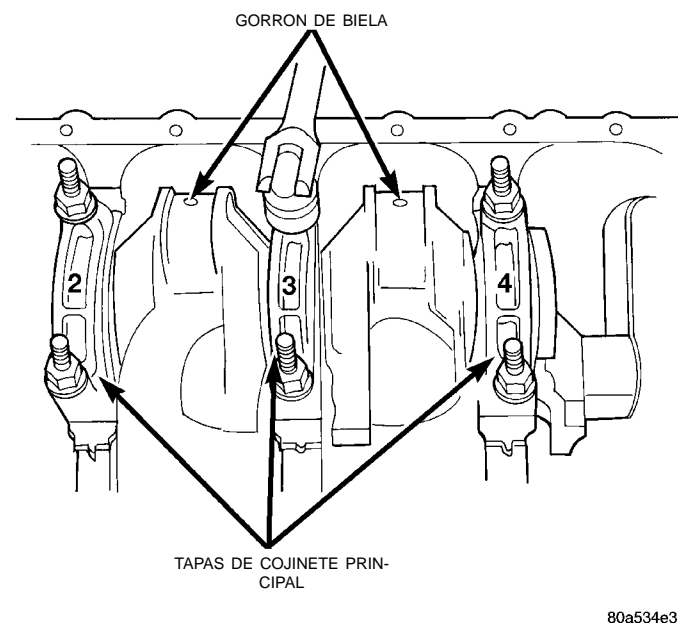

Fig. 50 Desmontaje de tapas de cojinete principal y encastres inferiores
(6) Retire sólo una tapa de cojinete principal y un encastre inferior cada vez (Fig. 50).
(7) Retire el encastre inferior de la tapa de cojinete.